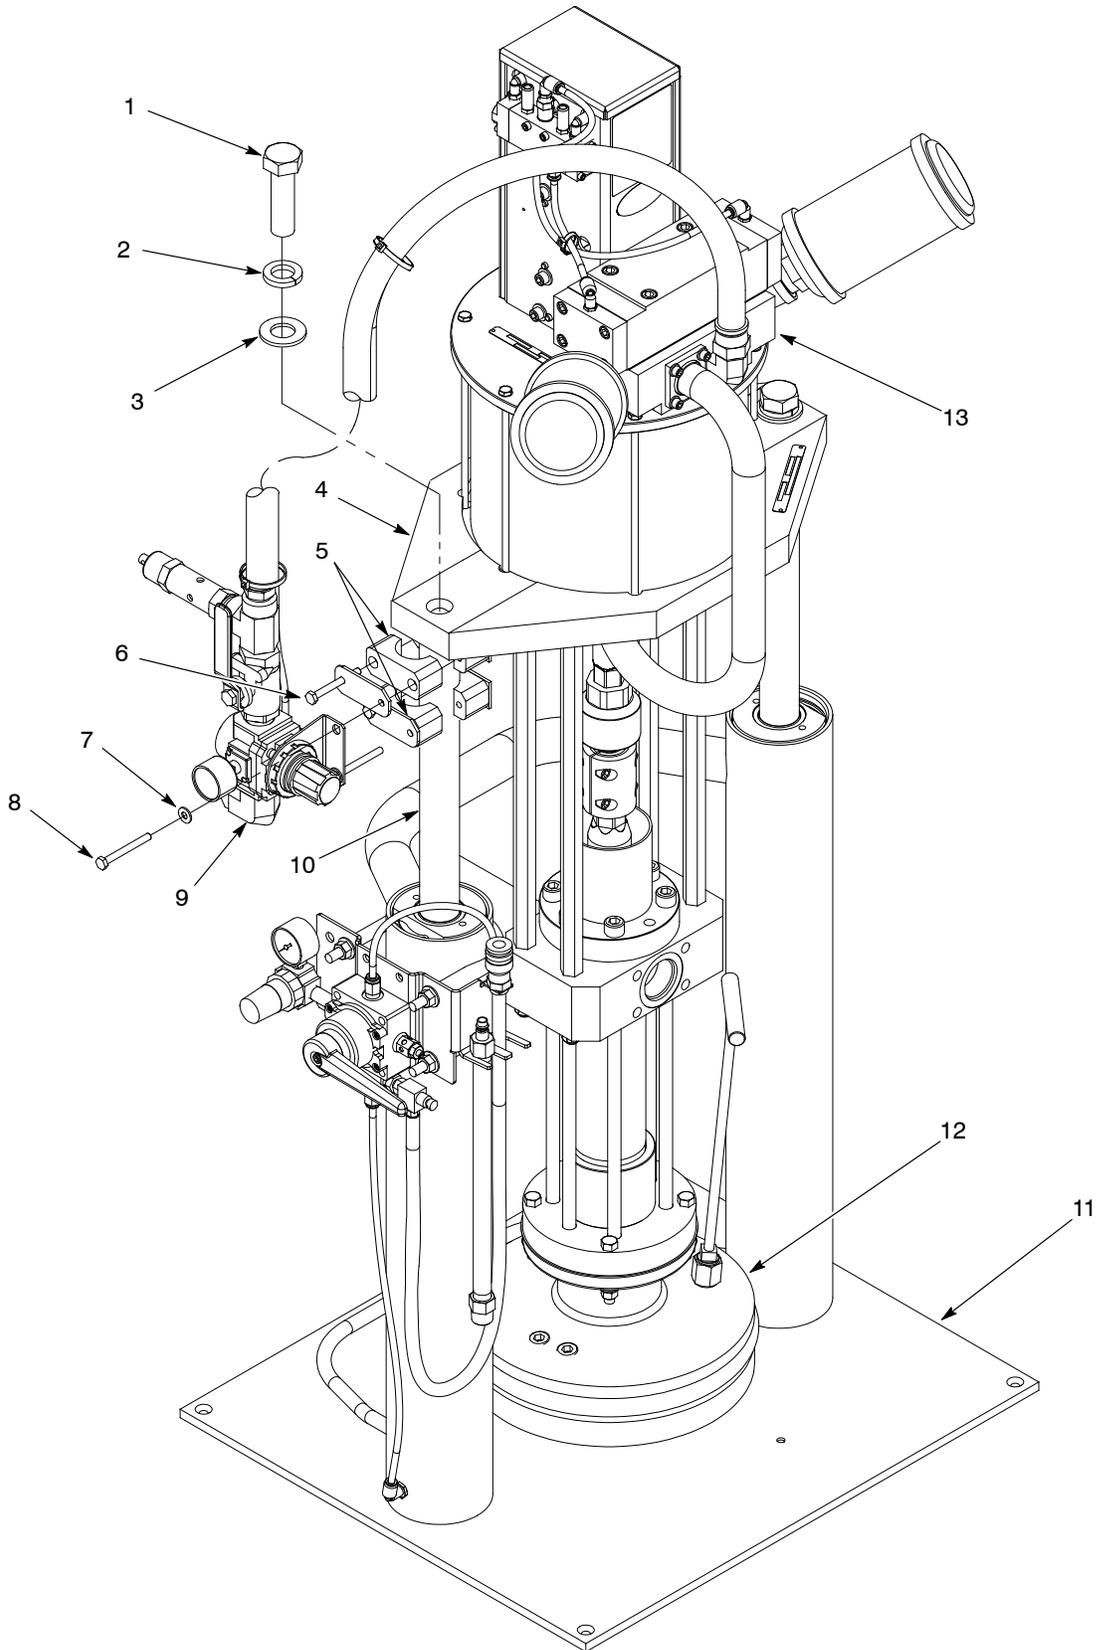

Рис. 4 Снятие узла насоса
1. См. рис. 4. Опустить следящий диск (12) на основание малой рамы (11).
2. Убедиться, что в пневмоцилиндрах полностью сброшено давление. Отсоединить пневмошланг от воздушного регулятора (9).
3. Вывернуть винты (8) и снять шайбы (7) крепления воздушного регулятора (9) к зажимам (5).
4. Вывернуть винты (6) крепления зажимов (5) к штоку цилиндра (10).
5. Вывернуть винты (1), снять стопорные шайбы (2) и плоские шайбы (3) крепления плиты основания (4) к штокам цилиндров (10).
6. Снять узел насоса (13) с малой рамы (11). Зафиксировать узел насоса во избежание опрокидывания.
- См. рис. 4. Установить узел насоса (13) на малую раму (11).
- Нанести Loctite 242 на резьбы винтов (1). Смонтировать плиту основания (4) на штоках цилиндров (10), используя винты, стопорные шайбы (2) и плоские шайбы (3). Затянуть винты моментом 258–264 Н•м (190–195 фут-фунтов).
- Поставить зажимы (5) на шток цилиндра (10), используя винты (6). Надежно затянуть винты.
- Смонтировать воздушный регулятор (9) на зажимах (5), используя шайбы (7) и винты (8). Надежно затянуть винты.
- Подсоединить пневмошланг к воздушному регулятору (9).